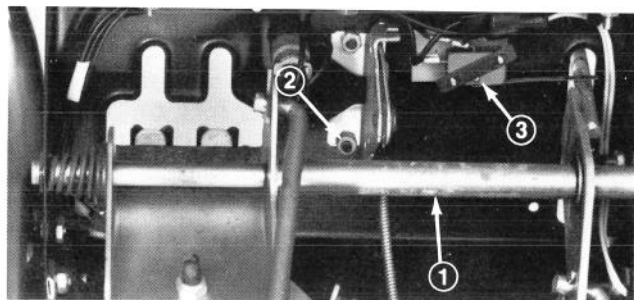

Figure 3
2. Par derrière, glissez le levier de commande des gaz devant la tige du pivot et dans la fente du tableau de commande. Ensuite, fixez la plaque de commande des gaz à l'aide des deux vis sans tête hexagonale avec écrous de blocage (Fig. 3).